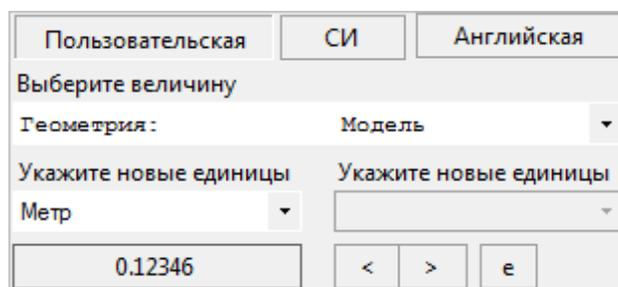

Рисунок 2.3 Единицы измерения
- **Единицы измерения** – это панель настройки и выбора величин и их единиц измерения (рисунок 2.3). В ней содержатся: